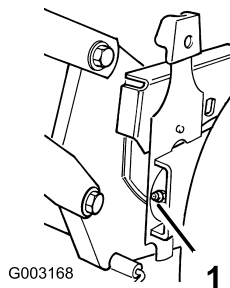

Bild 22
2. Wischen Sie die Schmiernippel mit einem sauberen Lappen ab (Bild 22).